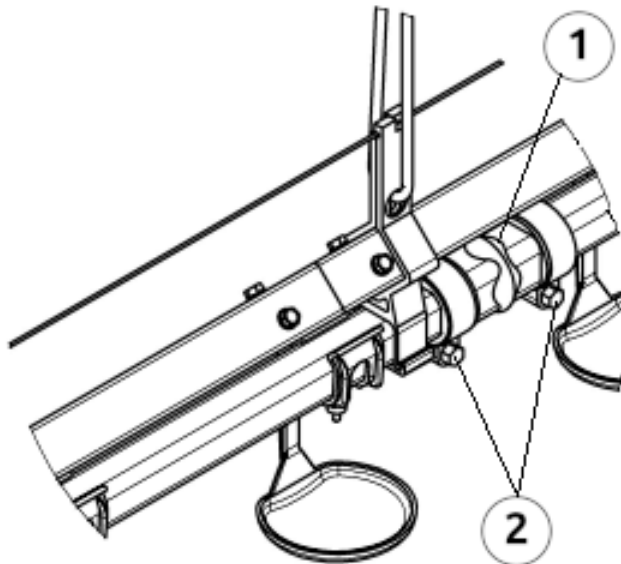

Рисунок 1.6
Между собой трубы (рис. 1.6) соединяются резиновыми муфтами (1), которые компенсируют температурные расширения в линиях поения. При монтаже резиновые муфты герметизируются и зажимаются металлическими хомутами (2).